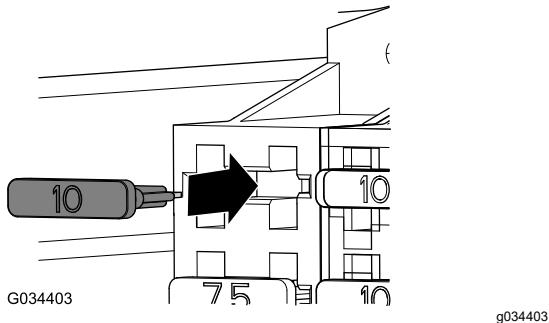

Figura 22
3. Instale el fusible (10 A) en el enchufe del bloque de fusibles para las luces LED (Figura 22).